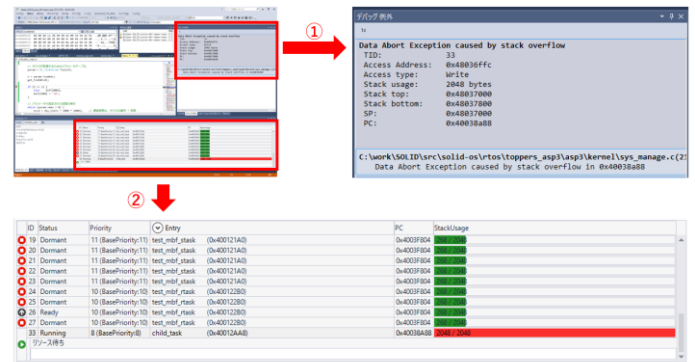

図 1-1 スタックオーバーフロー検出時のデバッグ画面表示
スタックオーバーフローが発生した場合は、図 1-1①のように、“Data Abort Exception caused by stack overflow”とデバッグ例外ウィンドウに表示し、プログラムの続行を中断（ブレーク）します。またその時に RTOS ビューワー（図 1-1②）ではタスクに割り当てられたスタックの消費量をビジュアルに表示するので、どのタスクがスタックオーバーフローの要因になったのかを容易に知ることができます。